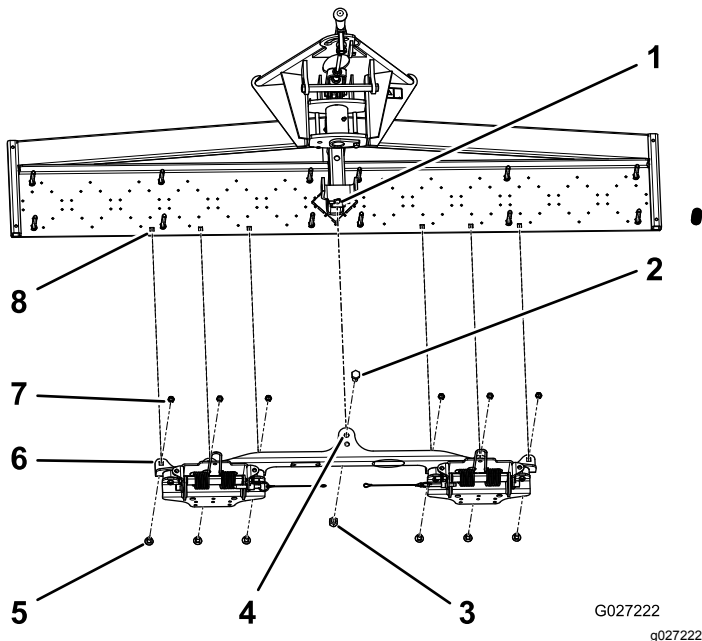
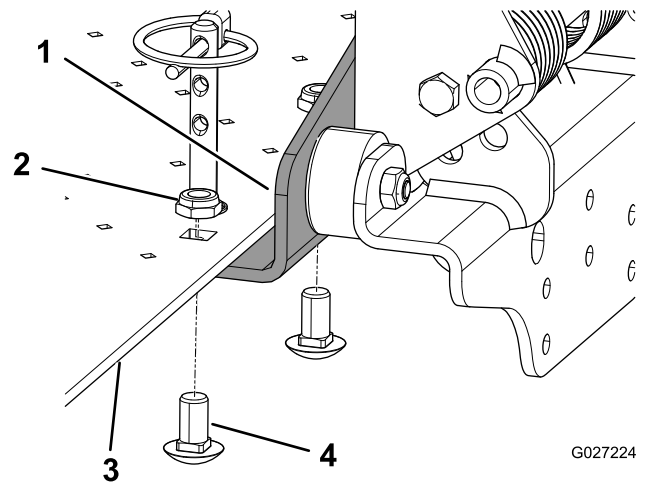
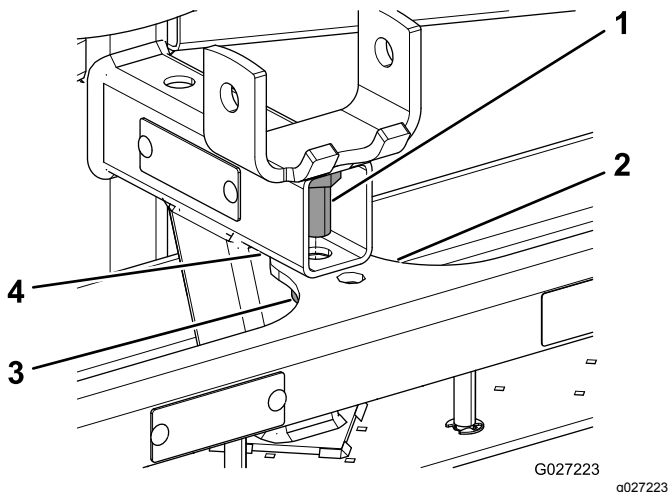
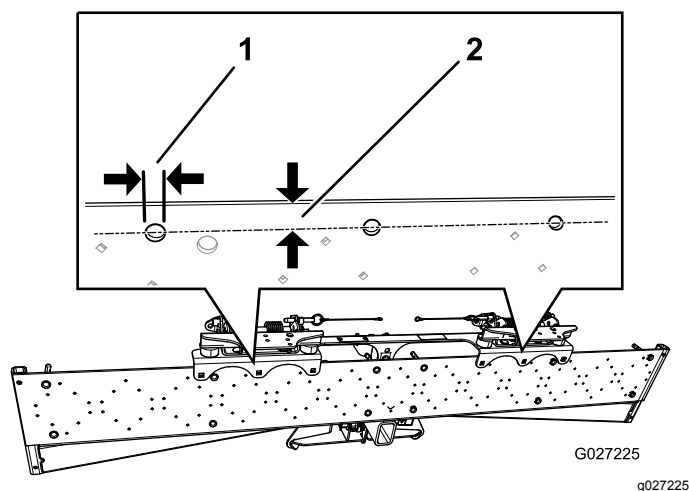

Figure 4
Figure 6
Figure 5
Figure 7
1. Alignez le trou **avant** sur la patte centrale du support de scarificateur traîné et le trou dans le tube rectangulaire du scarificateur (Figure 4 et Figure 5).
2. Insérez le boulon ($\frac{1}{2}$ " x 1") dans les deux trous et fixez-la avec l'écrou ($\frac{1}{2}$ ") ; voir Figure 5.
3. Alignez les 6 trous des pattes du support de ressort et les 6 trous de la plaque inférieure du scarificateur traîné (Figure 4 et Figure 6).
Remarque: Les machines jusqu'au numéro de série 314999999 ne possèdent pas toutes des trous. Si la plaque inférieure du scarificateur traîné n'est pas déjà percée de trous, repérez et percez six trous de 10 mm. Commencez par monter le boulon central et l'écrou (Figure 5), et positionnez le support du scarificateur de manière que le **centre** de chaque trou se trouve à 17 mm du bord de la plaque inférieure (Figure 7).
1. Trou de 10 mm (6) 2. 17 mm
4. Insérez un boulon de carrosserie ($\frac{3}{8}$ " x $\frac{3}{4}$ ") par le bas de chaque trou, et fixez chaque boulon avec un écrou ($\frac{3}{8}$ ") ; voir Figure 6.
5. Serrez l'écrou et le boulon que vous avez montés à l'opération 2 (Figure 5).